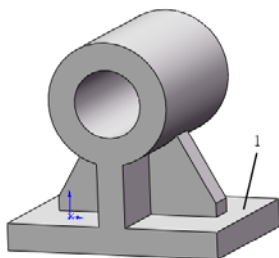

图 4-80 隐藏基准面的图形
**24** 隐藏基准面。在菜单栏中选择“视图”→“基准面”命令，取消视图中基准面的显示，结果如图 4-80 所示。
**25** 设置基准面。选择图 4-80 所示的面 1，然后单击“标准视图”工具栏中的“正视